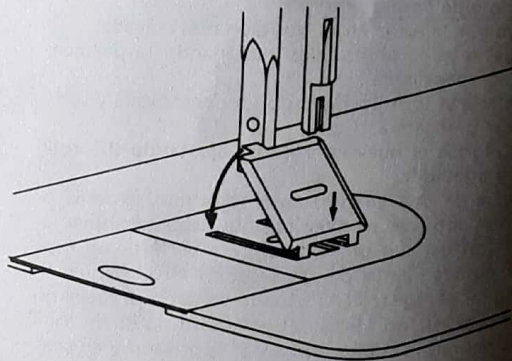

Fig. 4
- \* Coloque la placa cubredientes como lo indica la fig. 4 ubicando primero las dos guías delanteras en las ranuras de la placa de aguja y luego presionando sobre la guía trasera hasta que se trabaje produciendo un "clac" característico.